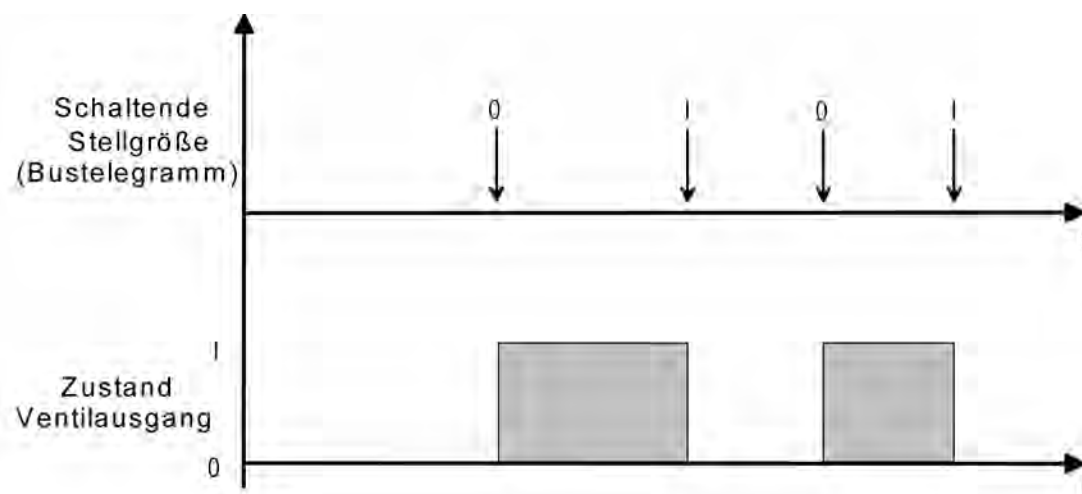

Bild 53: Umsetzung einer schaltenden Stellgröße in ein Ausgangssignal bei stromlos geöffneten Ventilantrieben (Beispiel)
- Den Parameter "Ventil-Wirksinn (Ventil im stromlosen Zustand)" einstellen auf "geöffnet". Bei schaltenden Stellgrößen wird das über das Objekt "Stellgröße" empfangene Schalttelegramm direkt an den entsprechenden Ausgang des Aktors weitergeleitet. Bei einem empfangenen "EIN"-Telegramm wird der Ausgang nicht bestromt und somit das Ventil vollständig geöffnet. Das Ventil wird durch Einschalten des Ausgangs vollständig geschlossen, wenn ein "AUS"-Telegramm empfangen wird (Bild 53).